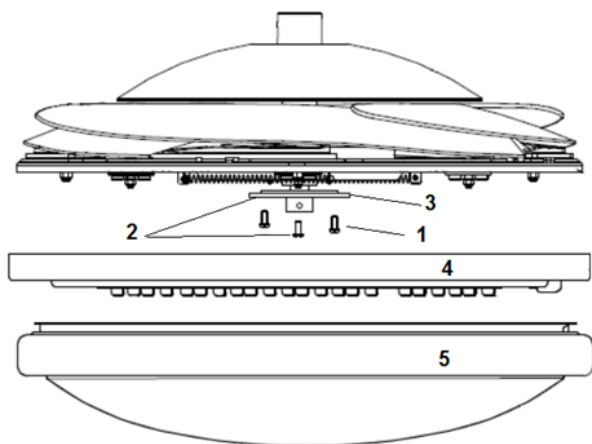

Fig. 6
1. Desserrer la vis (1) à partir du support de base (3). Aligner les deux vis à fente (2) avec les trous de serrure du pied de la lampe (4). Figure 6
5. Enfin, fixer l'ampoule au pied de la lampe en tournant vers la droite (5 - Figure 6).